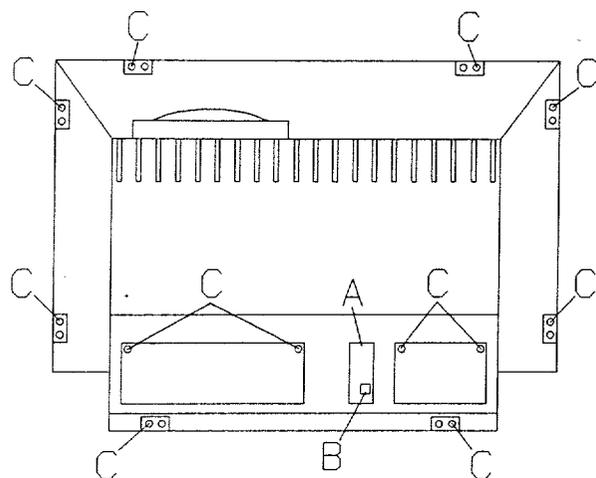

Fig 4.1
1. Smontaggio del pannello posteriore (Fig. 4.1)